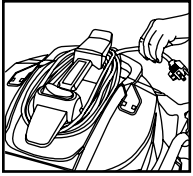

FIGURA 31
53. El cable de energía puede ir enrollado alrededor de los soportes de enrollado de cable de la parte superior de la cubierta del depósito que están ubicados en la parte frontal y por detrás de la manija. **FIGURA 31.**